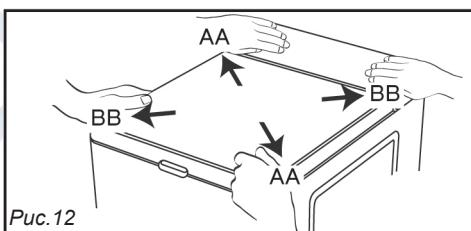

Рис.12
- Проверьте стабильность установки машины, нажимая на крышки в диагональном направлении (направление AA, затем направление BB) (Рис. 12). **Никакого видимого движения машины наблюдать не должно.**